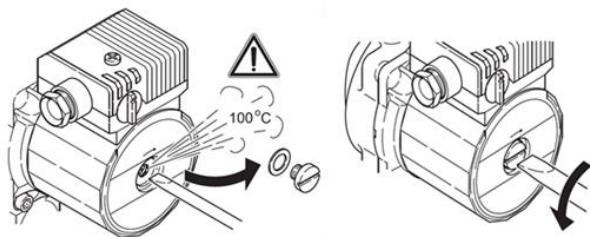

Рисунок 34. Проверка вала насоса
- ✓ Поверните вал двигателя с помощью отвертки по стрелке (см. рис. 34).